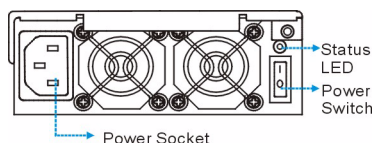
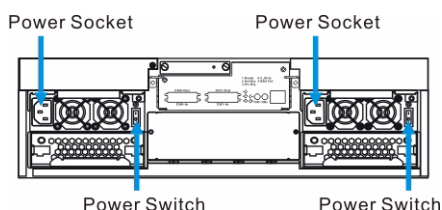

Рисунок 7.1 Модуль контроллера DVA-08E
Рисунок 7.2 Модуль контроллера DVA-08K / DVA-16K
1. Подсоедините входящие в комплект шнуры питания к гнездам питания в задней части системы (см. *Рисунок 7.1* и *Рисунок 7.2*). Для DVA-08E требуется один (1) шнур питания, а для DVA-08K и DVA-16K требуются два (2) шнура питания.
4. Подключите питания к подсистеме, включив оба выключателя питания на задней панели модулей источника питания. Расположение выключателей питания показано на Рисунок 7.1 и Рисунок 7.2.